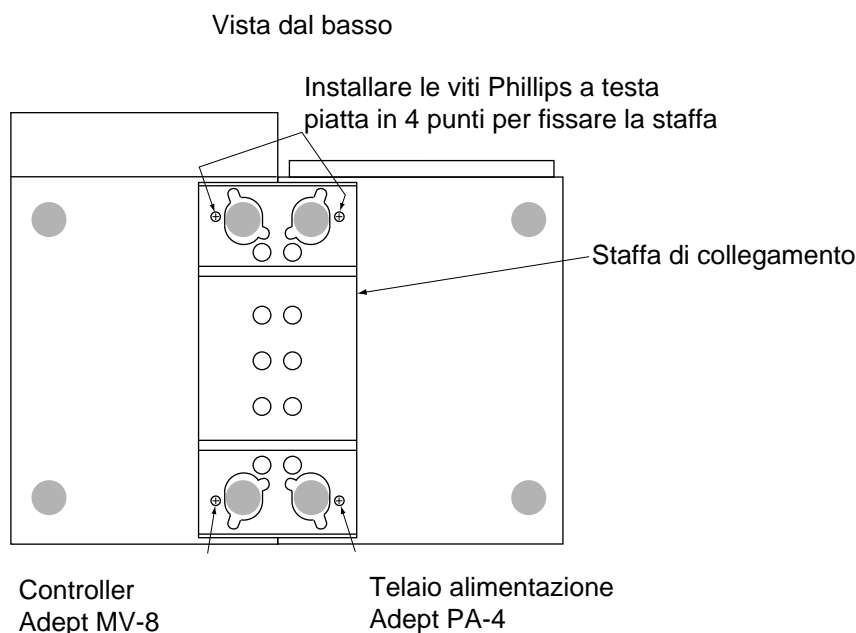

Figura 2-4. Collegamento del telaio alimentazione e del controller nella parte inferiore
3. Porre la staffa sul piede delle unità come illustrato nella Figura 2-4.
4. Installare le quattro viti a testa piatta M4 x 8 nei fori indicati nella Figura 2-4 per fissare le staffe.